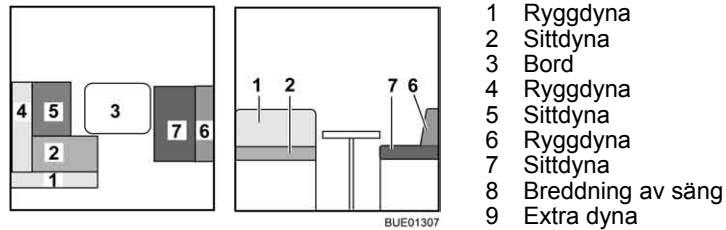

Bild 153 Före ombyggnaden
- Bygg om bordet (Bild 153,3) till sängbotten (se avsnitt 6.11).
- Tag bort ryggdynan (Bild 153,1) och lägg den åt sidan.